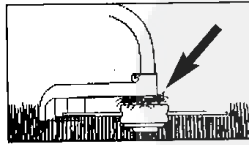

Fig. 6B
**ACHTUNG:** Entfernen Sie regelmässig alle Rasen- und Unkrautreste um ein Überhitzen des Schaftrohrs zu vermeiden. Rasen-/ Gras-/ Unkrautreste verfangen sich unterhalb des Schutzschilds (Fig. 6B), dies verhindert eine ausreichende Kühlung des Schaftrohrs. Entfernen Sie die Reste vorsichtig, nehmen Sie die Fadenspule dafür ab.